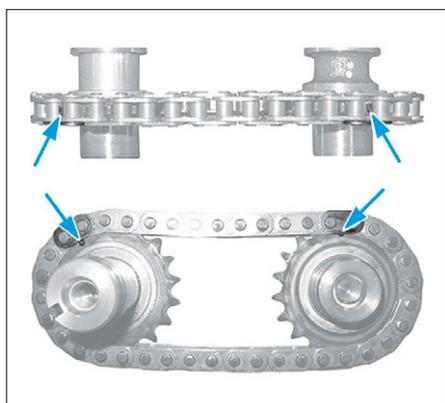

FIG. 87
- Positionner la chaîne des deux arbres à cames en respectant les deux repères sur la chaîne. Les deux maillons cuivrés sur les dents peintes en jaune des pignons d'arbres à cames (Fig.87).